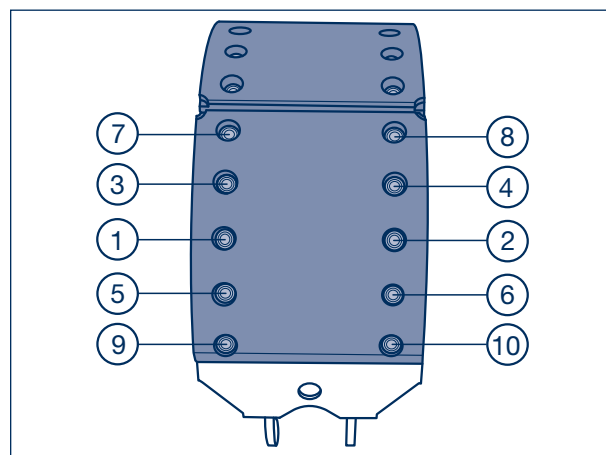

Рисунок 23
- [20] Вставить все заклепки и зафиксировать путем загибания кромок. Закрепить тормозную накладку (350) заклепками с учетом последовательности установки заклепок (рисунок 23).